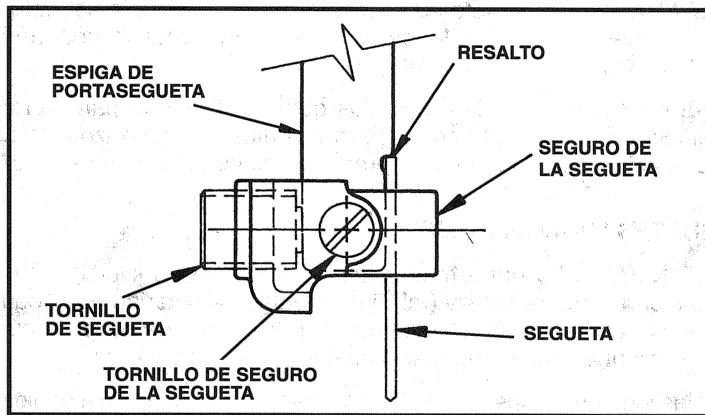

Fig. 4
2. Meta un destornillador detrás de la espiga del portasegueta, (vea Fig. 4), y muévala hacia adelante para montar el seguro de la segueta. Coloque el seguro en su espiga como está ilustrado en la Fig. 4. Apriete el tornillo del seguro de la portasegueta, y entonces, aflójelo $\frac{1}{4}$ de una vuelta.
3. Meta una segueta “universal” (con los dientes hacia adelante) hasta que toque el resalto, Fig. 4.